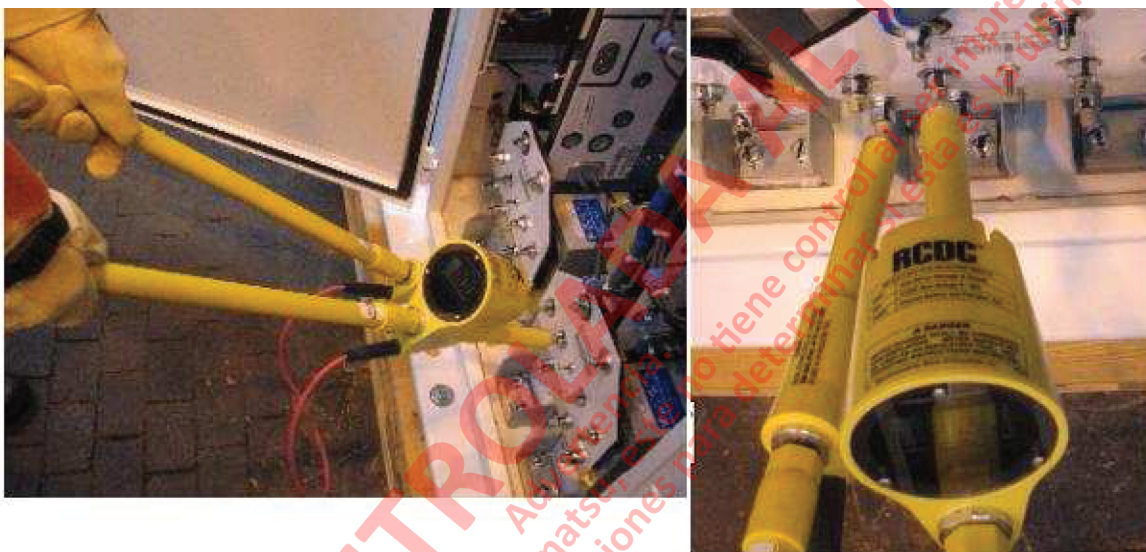
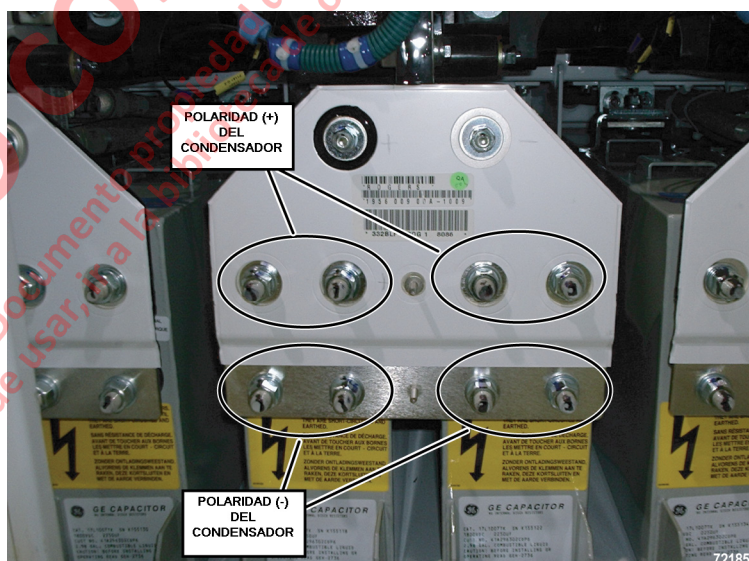

FIGURA 3-7. MEDIDOR DC EN EL CONDENSADOR
FIGURA 3-8. POLARIDAD DE LOS TERMINALES DEL CONDENSADOR
2. Use un medidor de alto voltaje (para un mínimo de 2000 VDC) y equipo de protección adecuados, que están incluidos en el kit de medición 2000VDC (58B-06-00800), para medir el voltaje a través de cada uno de los condensadores enlaces DC. Coloque un medidor de voltaje en el terminal positivo (+) del condensador y el otro en el negativo(-) y observe el voltaje. Ver Figura 3-7 y Figura 3-8. Si el voltaje es menor que 1.0 V, el condensador está suficientemente descargado. Repita en todos los condensadores del enlace DC. Si el voltaje de cualquier condensador está por sobre 1.0 V, descárguelo manualmente como se describe en “Descarga manual de los condensadores”
3. Descargue los condensadores relevantes. Abra la(s) puerta(s) y coloque una varilla de conexión a tierra en uno de los terminales positivos (+) del condensador y otro en el terminal negativo (-) ubicado diagonalmente. Consulte la Figura 3-8 y Figura 3-10. Trate de minimizar el tiempo entre la aplicación de la varilla positiva y negativa para que la corriente de energía sea positiva o negativa y no vaya a tierra. Deje las varillas en el lugar hasta que los condensadores estén descargados. Consulte la Figura 3-10.